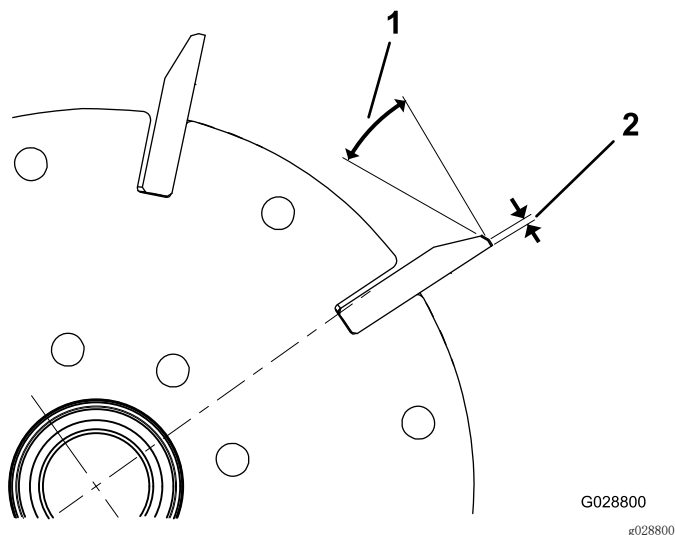
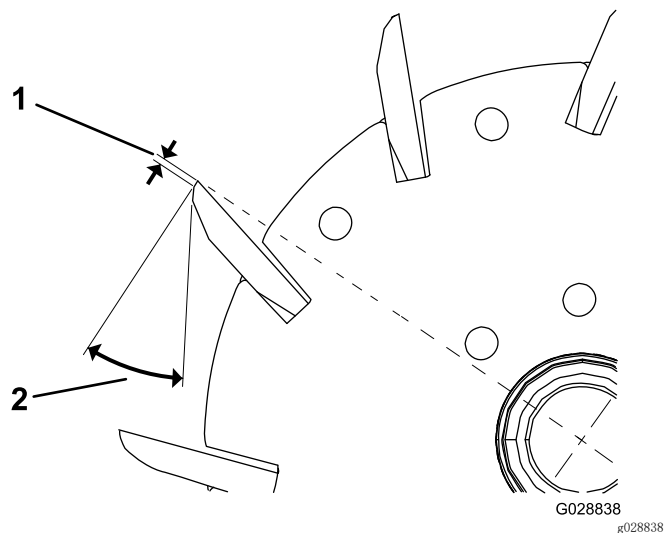

图23
图24
1. 对所有滚刀棱面进行 30 度铲磨，直至棱面宽度达到 1.3mm（图23 和 图24）。